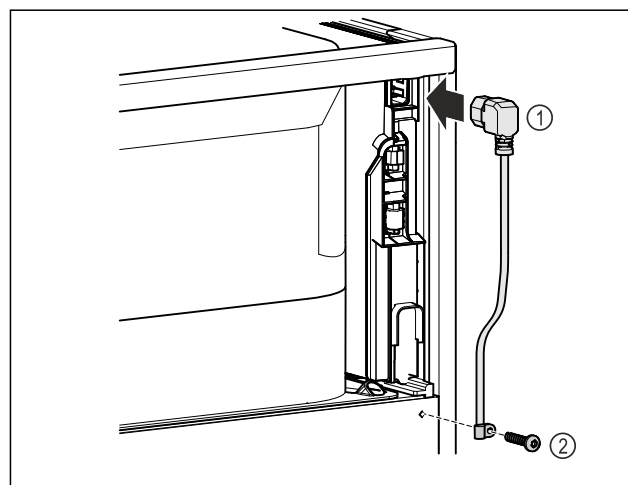

Fig. 43
- Au dos de l'appareil, brancher la prise pour appareil froid du câble d'alimentation Fig. 43 (1).
- Monter le serre-câble. Fig. 43 (2)